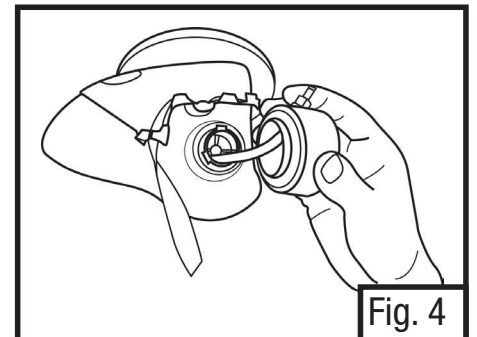

Fig. 4
5. Insira a outra ponta do tubo amostrador através do assento do cartucho do respirador e da Válvula de Inalação do respirador. A inserção do tubo de amostragem através do assento do filtro na área mostrada minimiza a chance de torcer o tubo durante a instalação do adaptador. Com os respiradores tipo Peça Facial Inteira, introduza esta ponta do tubo também através da Válvula Copa Nasal. (Fig. 4)